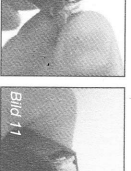
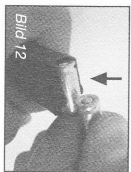
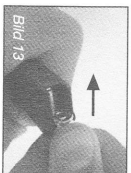

Bild 11
Bild 12
Bild 13
Drücken Sie auf den Magazinknopf (Bild 11), halten Sie das Magazin vom Magazinboden und entnehmen Sie es vom Lager. Laden Sie das Magazin mit Patronen (14 Stück 9 x 22 mm für kal. 9) (Bild 12), schieben Sie das Magazin wieder ein bis ein Klicken zu hören ist.
- 2 Laden Sie das Magazin mit Patronen (Bild 12) und setzen Sie das Magazin in die Stelle an der Waffe ein (Bild 13).
- Drücken Sie auf den in Bild 11 mit Pfeil gezeigten Knopf und entnehmen Sie das Magazin vom Lager.